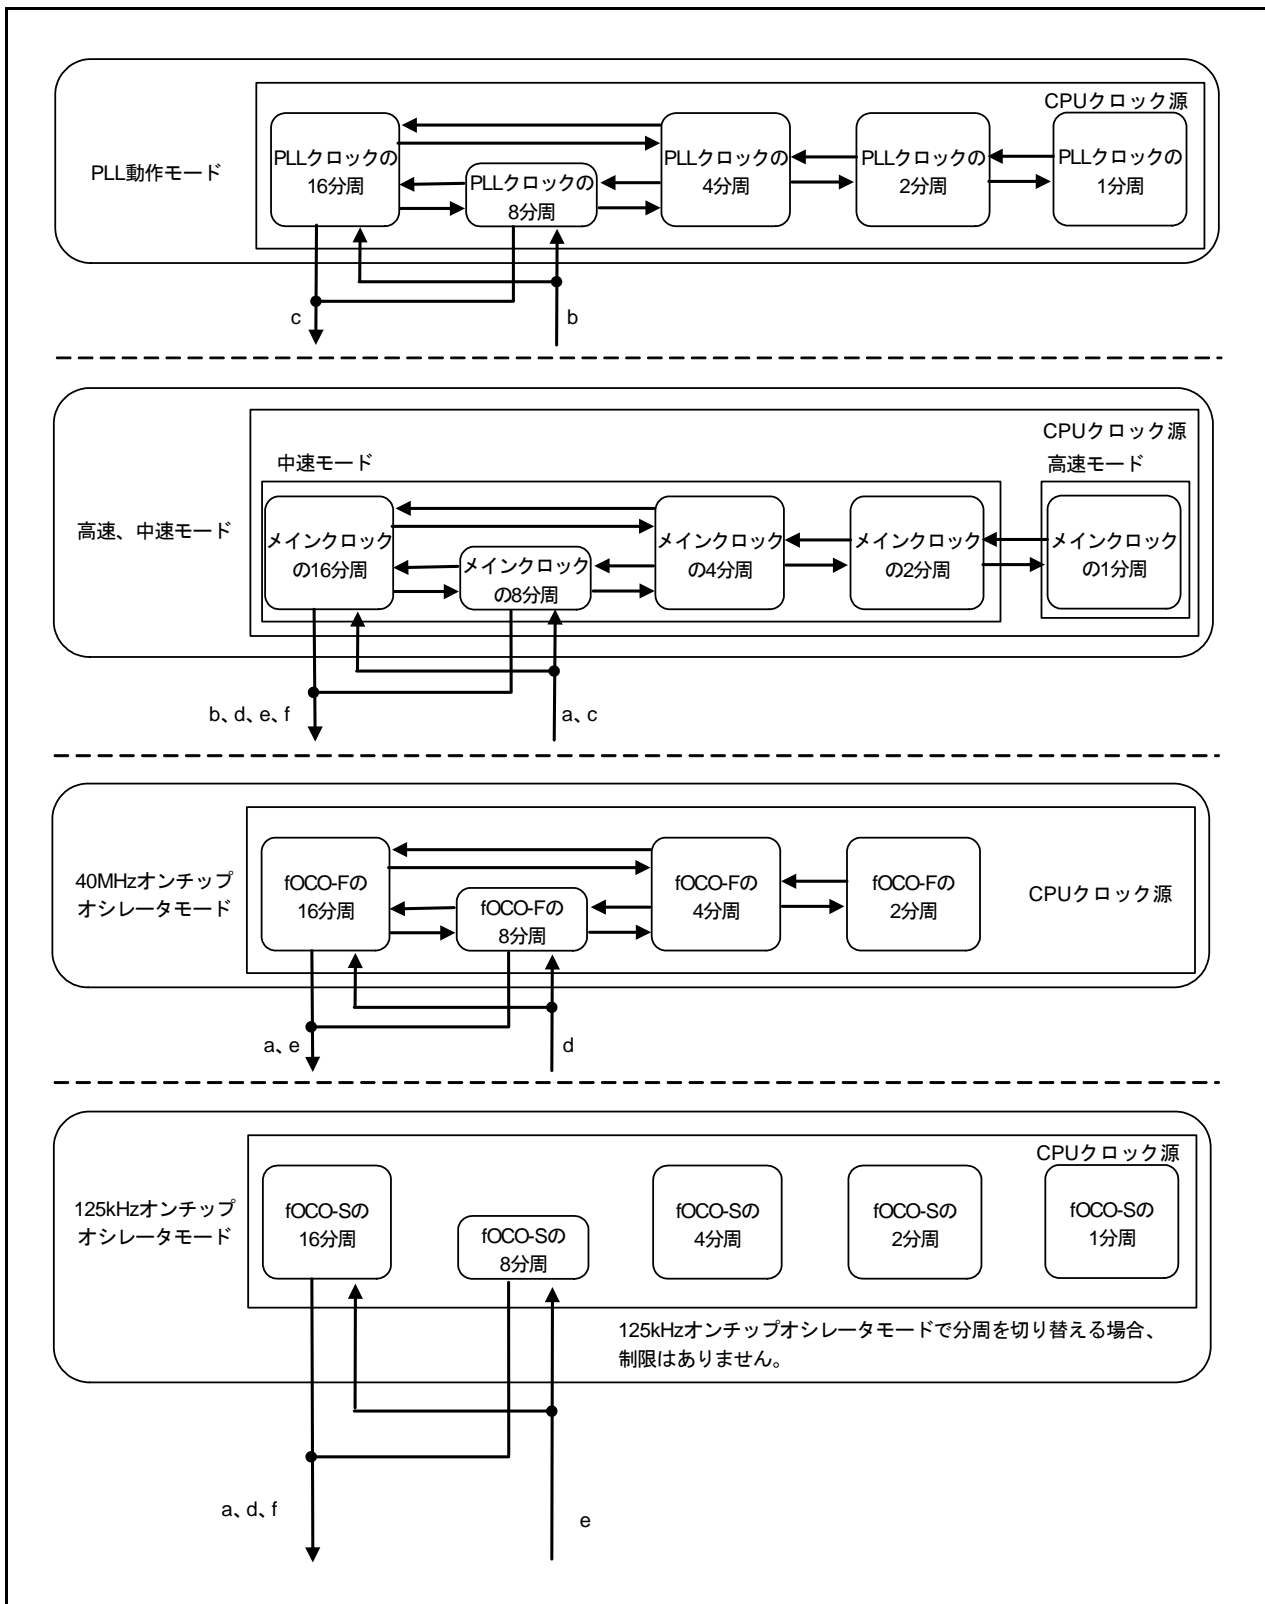

図 9.2 分周切り替えの状態遷移
- PLL動作モード、高速、中速モード、40MHzオンチップオシレータモードで分周を切り替える場合は図 9.2 に示す順序で分周を切り替えてください。
- モード遷移は後述の a~h に示す手順に従って実行してください。ただし、各レジスタ、ビットのアクセス方法などは「9.2 レジスタの説明」を参照してください。なお、a~h の記号は「図 9.1 クロックのモードの状態遷移」、「図 9.2 分周切り替えの状態遷移」の矢印の a~h に対応しています。